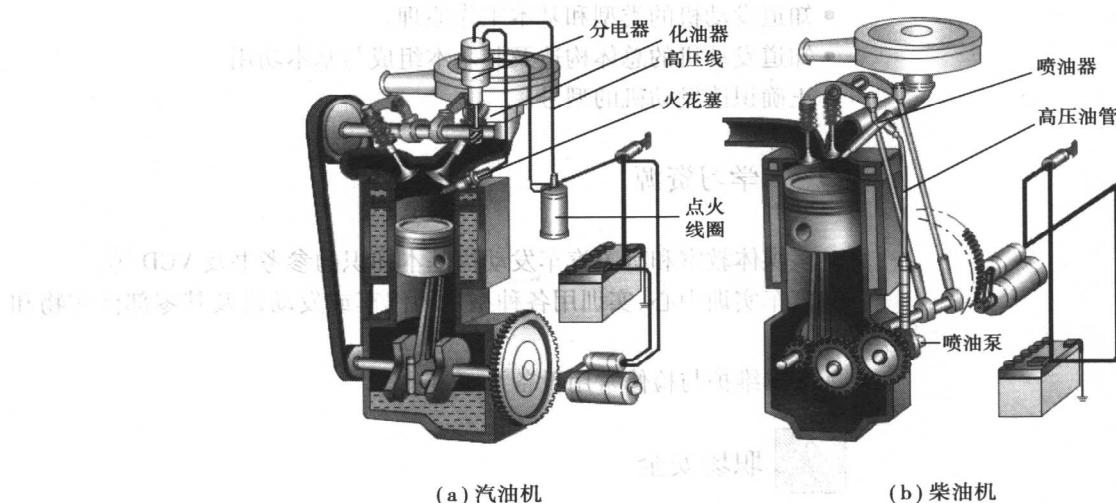

图 1.1 发动机按所用燃料分类
- 汽油机:用汽油作燃料的发动机(图 1.1(a))。
- 柴油机:用柴油作燃料的发动机(图 1.1(b))。